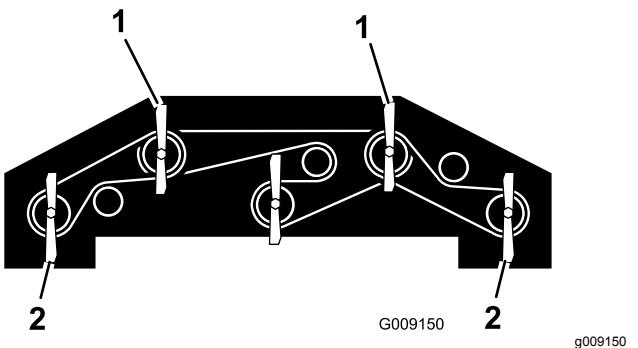

Figura 136
- Gire las cuchillas hasta que estén orientadas directamente hacia adelante (Figura 136).